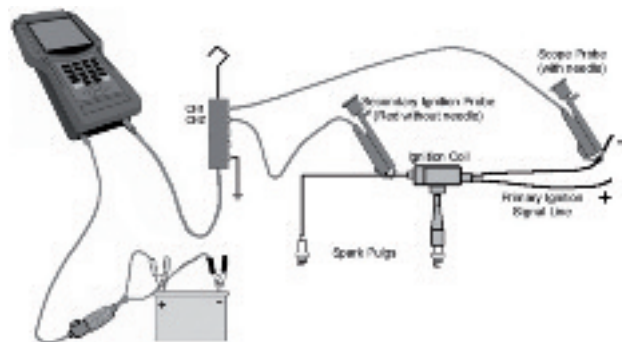

Abb. 4-26. DLI-Doppelspule - Primär-Trigger
- Typ A: Eines der beiden Hochspannungskabel liegt frei, während das andere hinter einer Metallverkleidung versteckt ist (Abb. 4-26).
Bei Typ A kann der Primär-Trigger genutzt werden, um eine stabile Bildanzeige zu erhalten. Schließen Sie den Messfühler mit der Spitze an die negative Leitung der Primärzündspule, den Messfühler ohne Spitze an das freiliegende Hochspannungskabel an (Abb. 4-26).